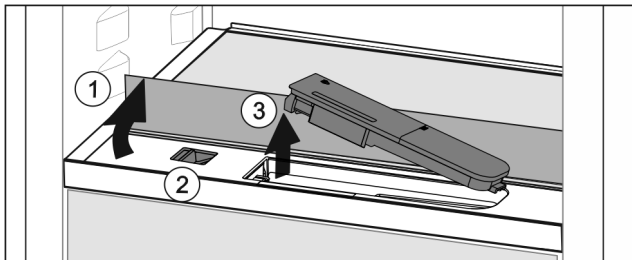

Fig. 35
- ▶ Nadvihnite sklenú dosku a až na doraz ju sklopte dozadu Fig. 35 (1).
- ▶ Potlačte posúvač Fig. 35 (2) doľava.
- ▶ Vyberte nádržku na vodu Fig. 35 (3).